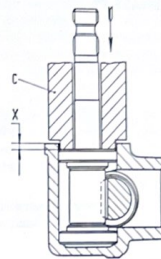

Fig. 5.12.-Reglaje de los cojinetes del piñón de mando.
- Medir, ejerciendo una presión en el sentido indicado por la flecha (fig. 5-12) para eliminar los juegos axiales, la cota (x).